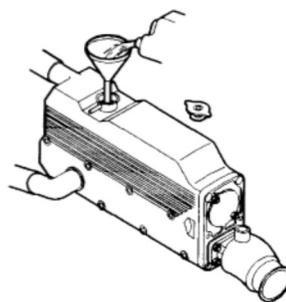

Fig. 4.7
**For områder der altid er frostfri.:** Før De påfylder kølesystemet (fig. 4.7) skal der tilsættes 3% (30 gram/lit.) AC88 korroionsbeskyttelsesmiddel, som forhindrer oxidering og korrosion af kølesystemet (AC88 kan købes hos en faghandler). **For områder hvor der opstår frost, =.:** Forstvæsen indeholder normalt ovennævnte AC88, men kontroller at AC88 er indeholdt i kølevæskan. Motoren frostsikres i Danmark til ca. minus 30 gr. C.
Hvis temperaturen når 0 grader C og derunder, skal der omgående tilføres kølevæske i det interne kølesystem (fig.4.7). I modsat fald vil kølevandet fryse til is og ekspandere. Dette kan medføre alvorlige brud i motorblokkens kølesystem og varmeveksler. Kølevæskemængden afhænger af hviklen temperatur man vil sikre motoren til. I Danmark anbefales det at sikre ned til minus 30 gr. C.